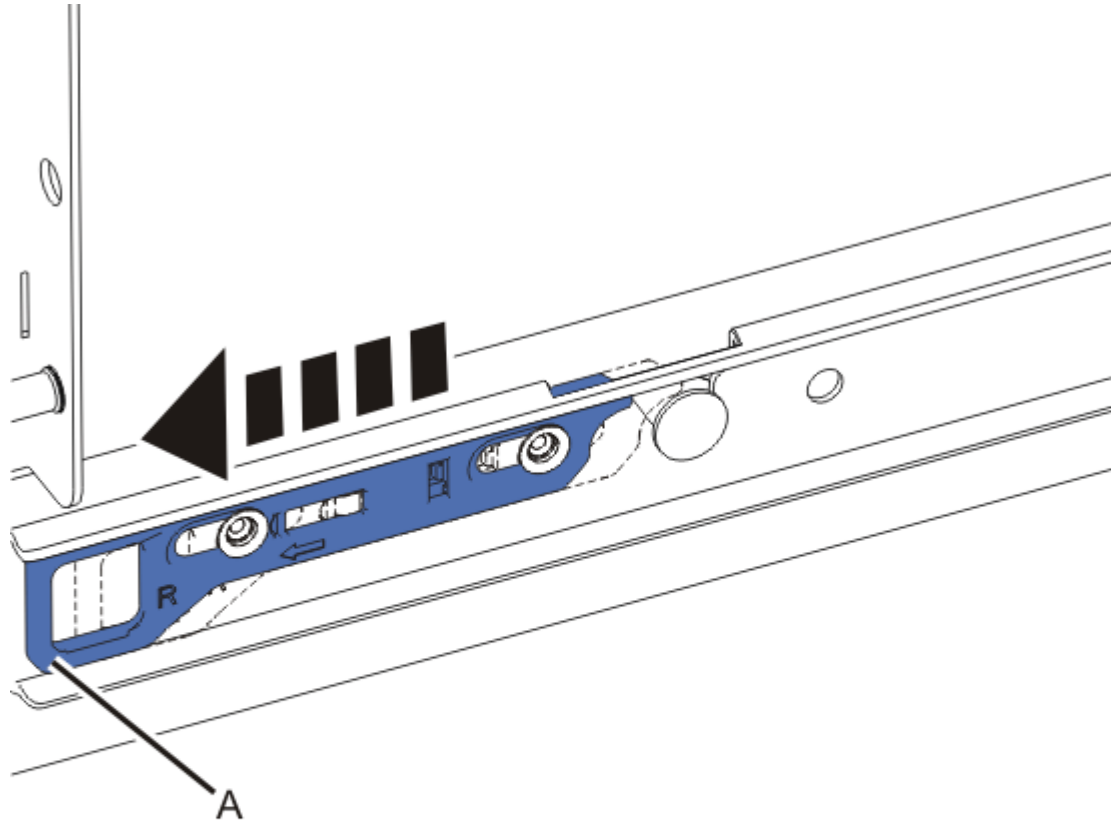

*Abbildung 15. Chassis auf der Montagehardware installieren*
1. Ziehen Sie die Montagehardware **(1)** heraus (siehe Abbildung 15 auf Seite 18).
4. Neigen Sie die Vorderseite des Systems nach oben, sodass die hinteren Stifte des Chassis **(2)** in die hinteren Bohrungen der Montagehardware **(3)** eingeführt werden (siehe Abbildung 15 auf Seite 18).
5. Kippen Sie die Vorderseite des Systems nach unten, sodass die Stifte des Chassis in die vorderen **(4 und 5)** und mittleren Bohrungen der Montagehardware eingeführt werden (siehe Abbildung 15 auf Seite 18).